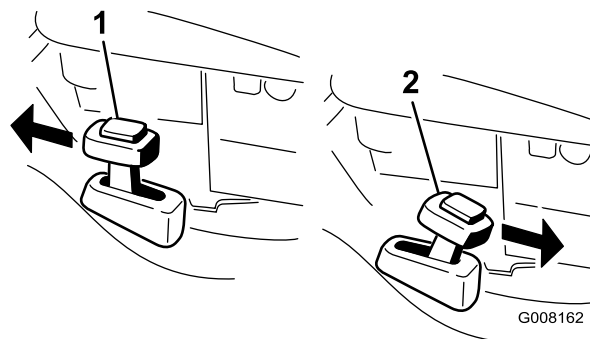

Bild 19
2. Drücken Sie die Taste oben am Hebel für Recycler/Fangkorb und schieben Sie den Hebel auf **Recycler** (Bild 19).
2. Hängen Sie den Fangkorb ein, wenn Sie das Schnittgut sammeln möchten (siehe Einsetzen des Fangkorbs⁶). Drücken Sie die Taste oben am Hebel für Recycler/Fangkorb und schieben Sie den Hebel auf **Fangkorb** (Bild 19).
Hinweis: Der Hebel für den Recycler/Fangkorb sollte in der Stellung **Fangkorb** (Bild 19) stehen.